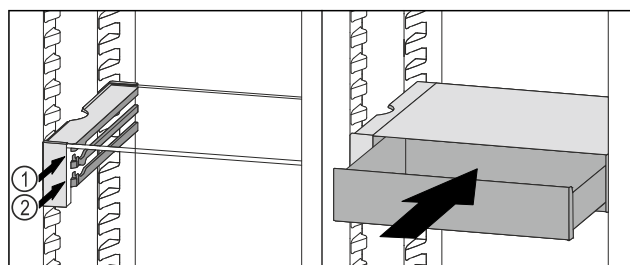

Fig. 185
- ▶ Установите выдвижной ящик VarioSafe за стопоры на требуемый выступ Fig. 185 (1) или Fig. 185 (2).